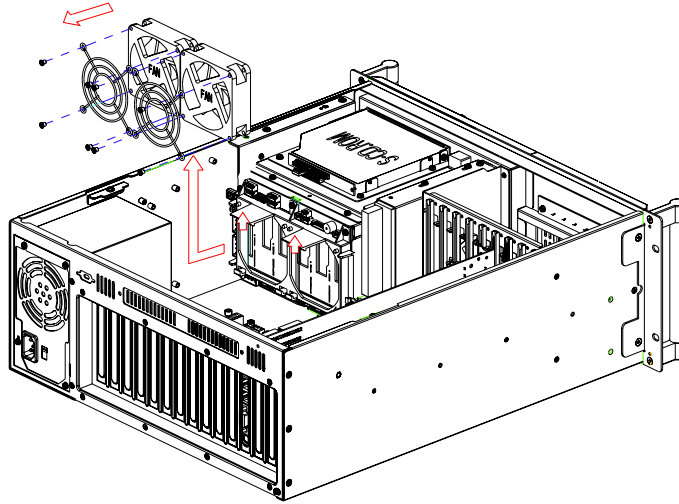

图 3.6：更换 SATA HDD 无源底板后侧的风扇
3. 将风扇电源插头从 SATA 无源底板上拔下（如图 3.6 所示）。